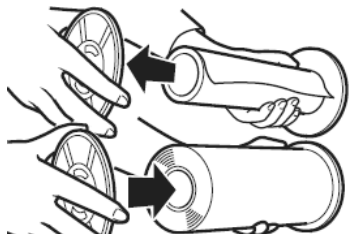

图 5-26 更换新版纸卷
- ② 取出已用完的版纸卷，拉出两端卷轴，再将两端卷轴插到新的版纸卷中，如图 5-26 所示。